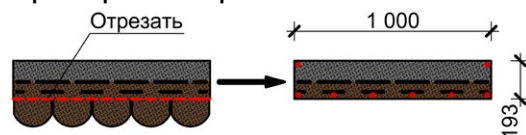

Рис. 17. Схема изготовления карнизной черепицы из рядовой и расположение гвоздей.
7.1.6 Для серий EUROPA и EURASIA допустимо использовать коньково-карнизную черепицу других серий (цвет может отличаться), а также изготавливать карнизную черепицу из рядовой путём отрезания лепестков (рис. 17).